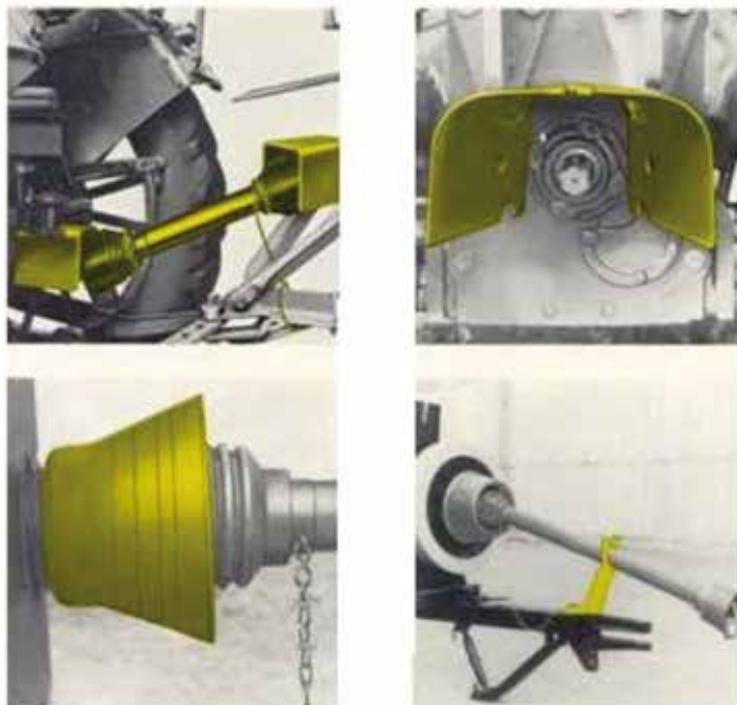

Figura 2- Tubos protectores del eje articulado y cadenas
- Asegúrese de que los tubos de protección del eje cardán estén fijados con juntas y asegurados contra rotación! (Vea la Figura 2)